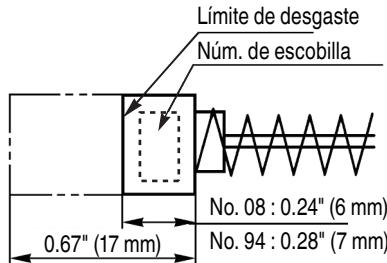

Fig. 17
4. Inspeccionar los escobillas de carbón (Fig. 17)
Utilice las escobillas metabo HPT Núm. 08 y Núm. 94 indicadas en la Fig. 17.